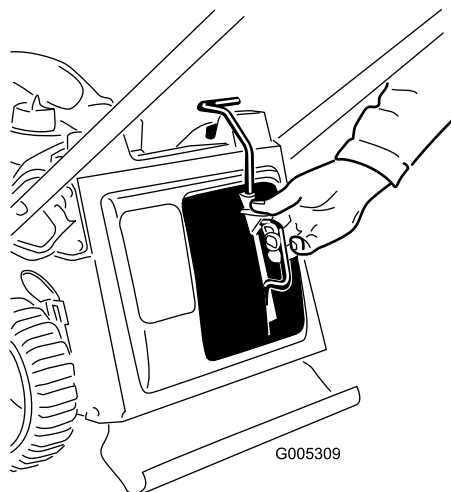
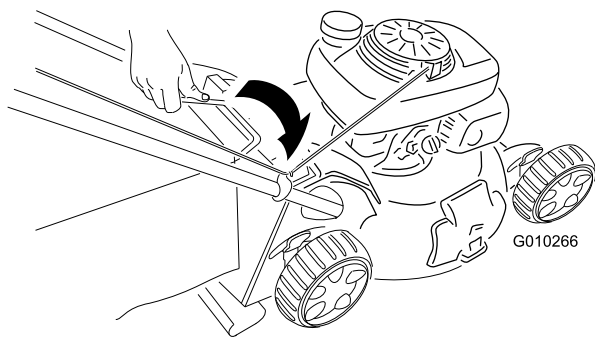

Bild 19
Bild 20
3. Ziehen Sie das Handrad des oberen Bügels fest (Bild 19).
1. Setzen Sie den Mulchverschluss (Bild 19) oder den Fangkorb (Bild 20) an der Maschine ein.